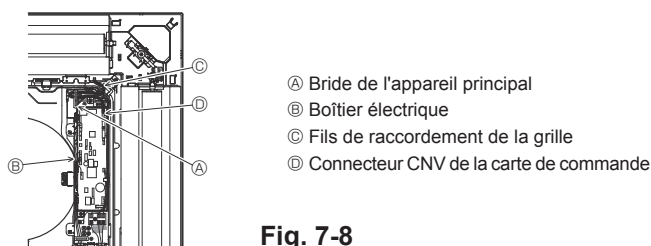

Fig. 7-8
7.4.4. Raccordement des câbles (Fig. 7-8)